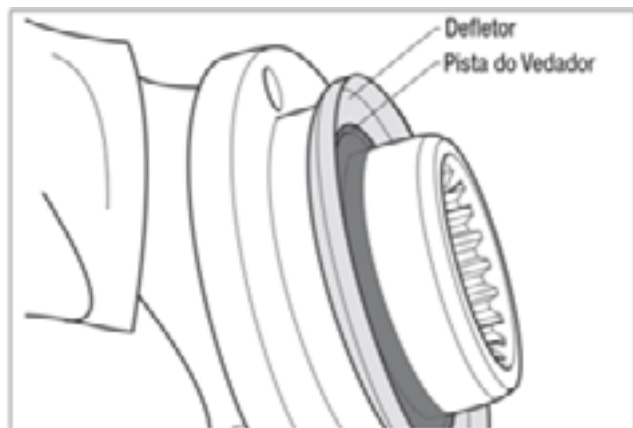

Fig. 4.5
7. Inspeção o defletor quanto a danos. Se necessário, substitua a peça. (Fig. 4.5)
8. Remova a pista do vedador do flange. (Fig. 4.5)